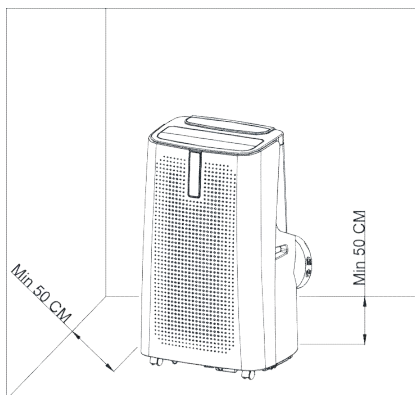

Bild 4
1) Flytta maskinen med installerat värmerör och fästen framför fönstret, och håll ett avstånd mellan höljet och väggarna eller övriga objekt på minst 50 cm (se bild 4).